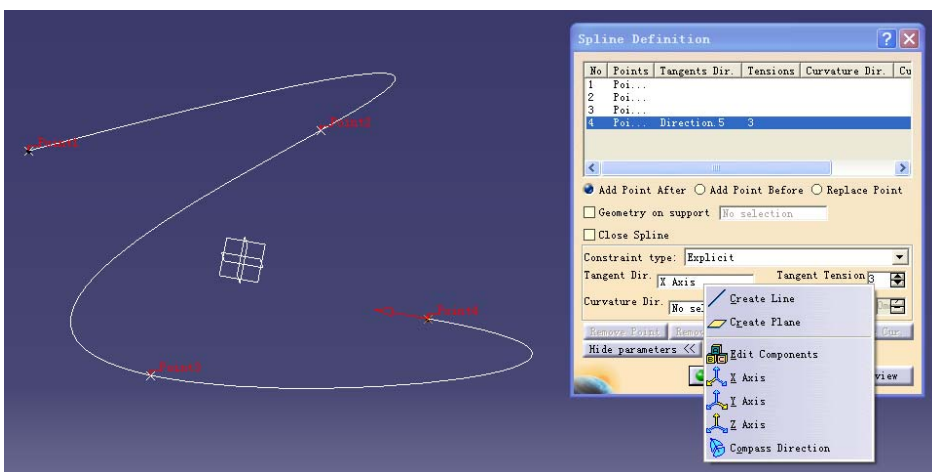

图 4-23
(1) Wireframe and Surface Workbench 中用  键，在 xy plane 中画四个点，然后点击 。选 Close Spline 时，生成封闭式的弧线，用鼠标右键点击 Tangent Dir 栏时，出现对话框，可选择 x, y, z 轴，右侧的 Tangent Tension 中选择适当的值（见图 4-23）。